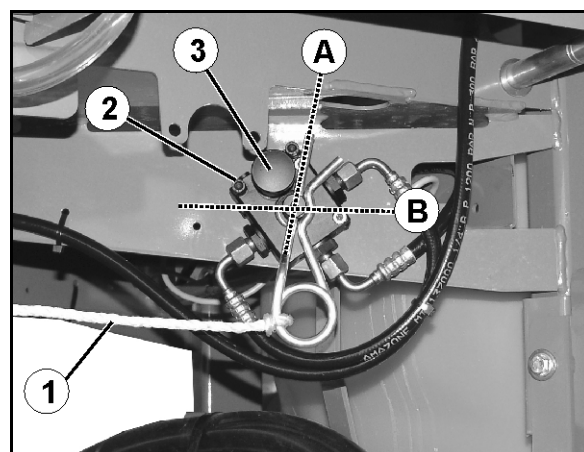

Fig. 27
- regulatorul forței de frânare (Fig. 27/1) cu maneta (Fig. 27/2) pentru reglarea manuală a forței de frânare. Reglajul forței de frânare se realizează în 4 trepte, în funcție de starea de încărcarea a mașinii.